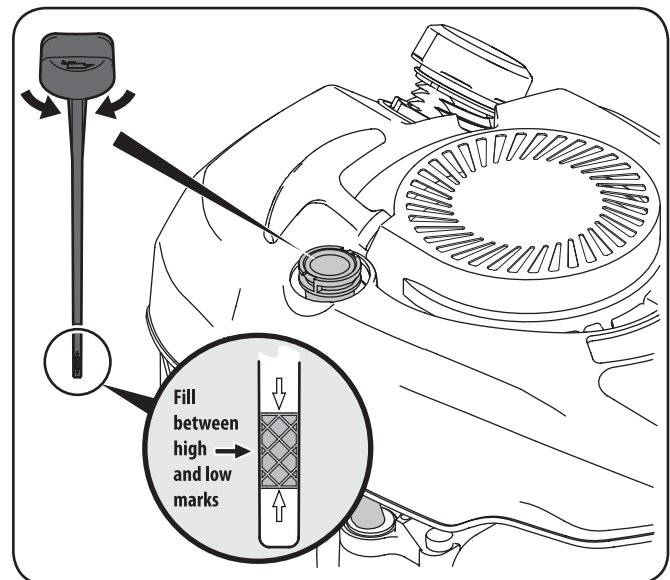

Figure 3-2
3. Si el nivel está bajo, agregue aceite lentamente hasta el límite superior de la varilla de medición. Vea el recuadro de la Figure 3-2.